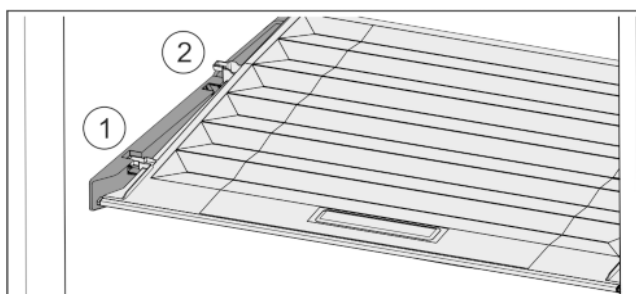

Fig. 32
- ▶ Deksel tot de opening in de vasthoud delen naar voren trekken Fig. 32 (1).
- ▶ Aan de achterkant vanaf de onderkant omhoog tillen en vanaf de bovenkant verwijderen Fig. 32 (2).